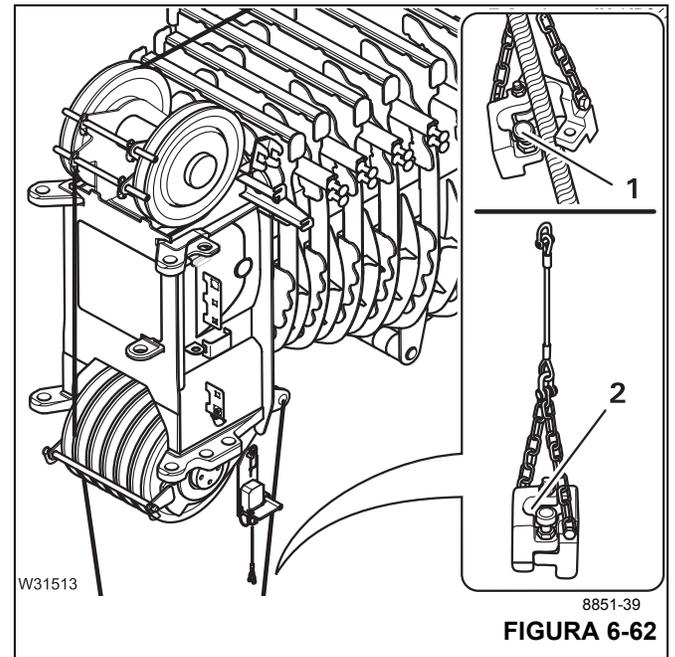

FIGURA 6-62
- Retire del pasador de seguridad (1, Figura 6-62) y separe los dos lados del peso.
- Retire del pasador de seguridad (1), una los dos lados del peso nuevamente y deje que el pasador de seguridad se enganche.
- Retire el peso del interruptor de prevención del contacto entre bloques (2).